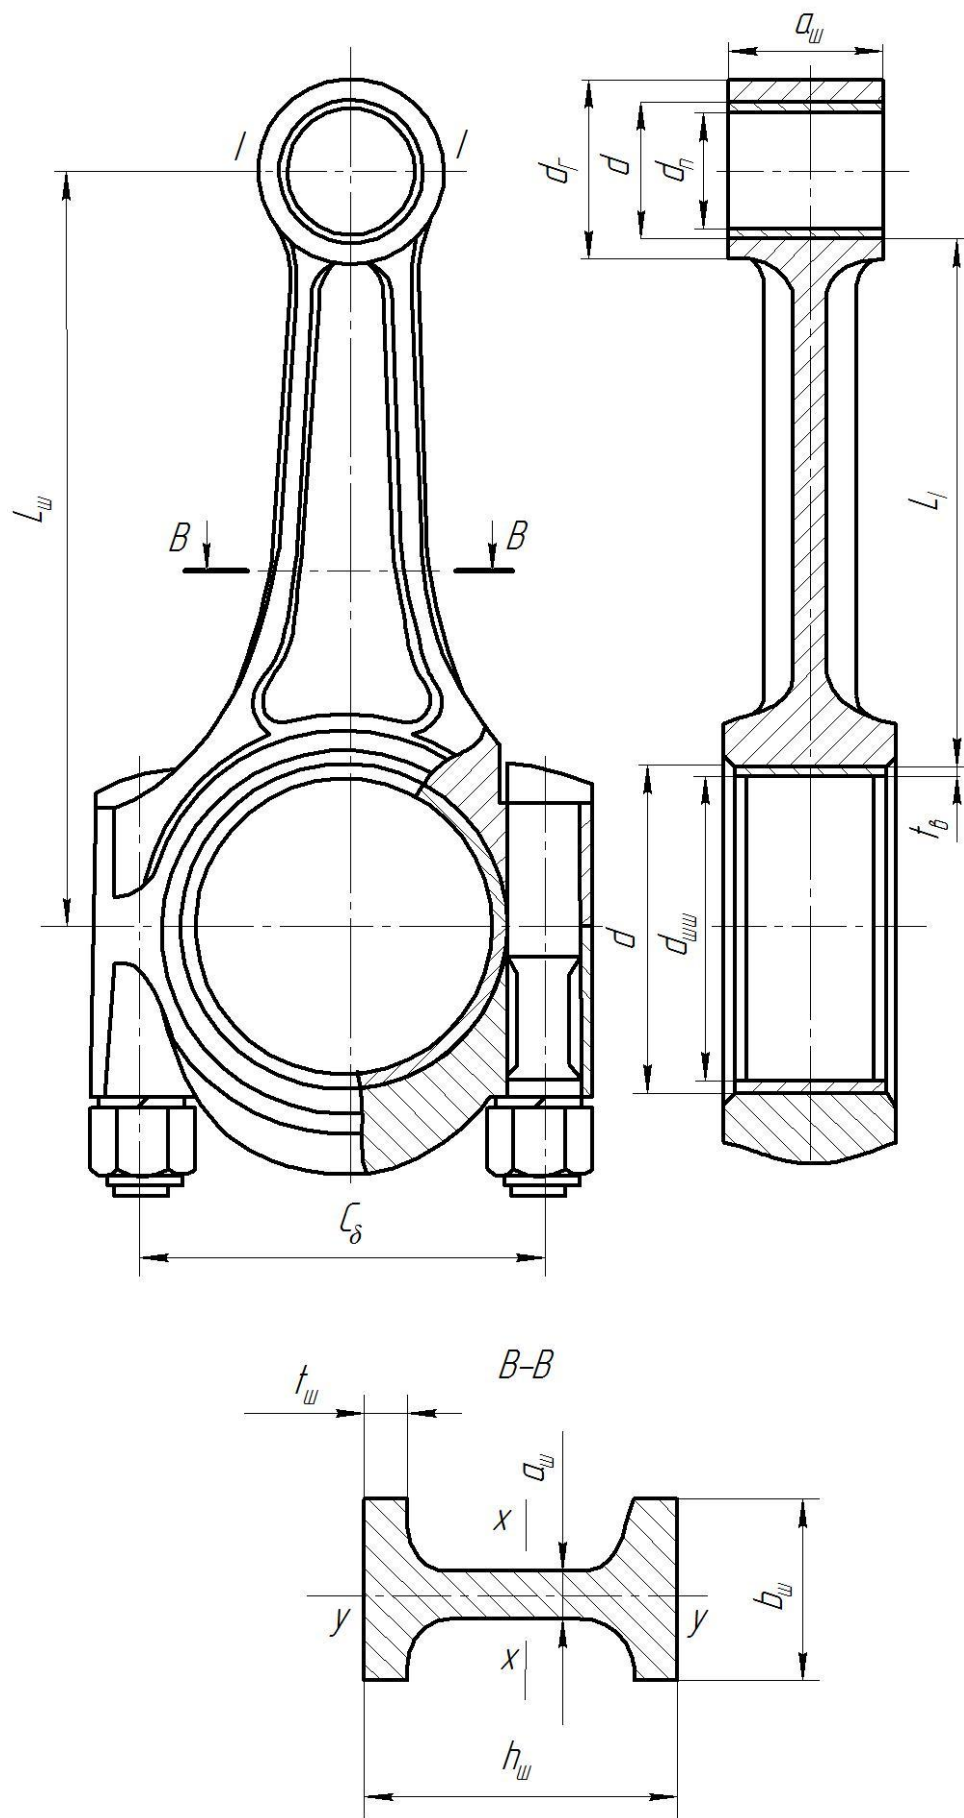

Рисунок 13 – Расчетная схема шатуна
4.4.1 Рассчитываем напряжение сжатия в сечении В-В (рис. 13) от сжимающей силы $P_{сж.}$.